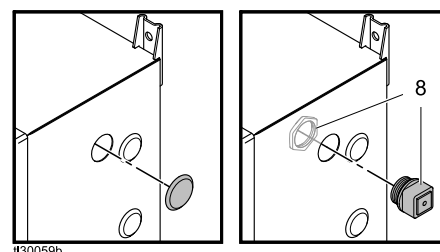

Figure 8 Заглушка для подключения контроллера скорости, кабельный ввод и гайка
1. Найдите заглушку размером 1–5/16 дюйма на боковой панели корпуса блока управления (см. рис. 8 и 9).
7. Вставьте ввод с кабелем (8) в отверстие корпуса блока управления.
8. Установите гайку на кабельный ввод изнутри корпуса для закрепления ввода (см. рис. 8 и 9).